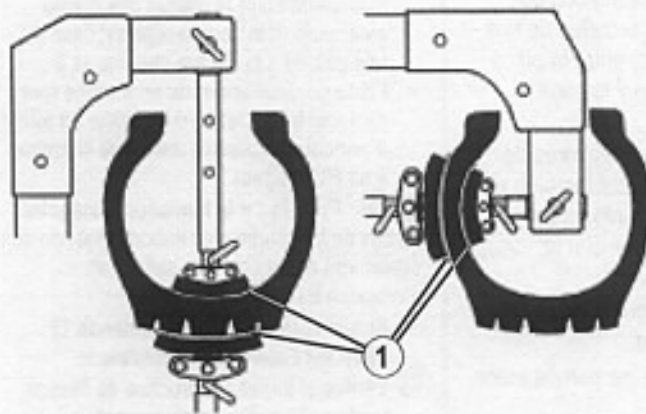

Bild 36 / Fig. 36
The appropriate contour plates have to be put between the heating plate and the tyre inside and outside (Fig 36, Pos. 1)!
Coloque los segmentos de contorno apropiados entre las placas calefactoras y el neumático, por dentro y por fuera. (fig.36, pos.1).
Mette les tôles galbées appropriées entre les plaques chauffantes et le pneu à l'intérieur ainsi qu'à l'extérieur. (fig.36, pos.1).
Zwischen Heizplatte und Reifen müssen außen und innen passende Konturbleche (Bild 36, Pos. 1) eingelegt werden!